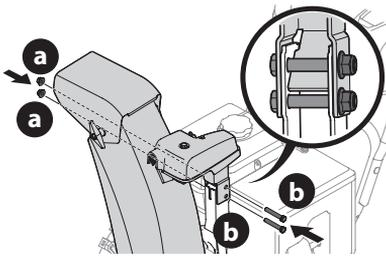

Figura 28
3. Sujete el cabezal de control del canal a la ménsula de soporte del canal con las tuercas de seguridad (a) y los tornillos hexagonales (b) que extrajo en el Paso 1 (Figura 28).